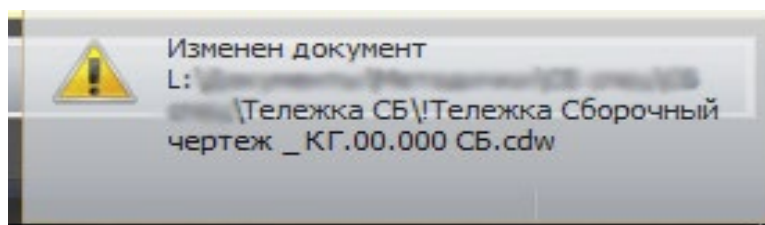

Рис. 5.12. Синхронизация спецификации и чертежа
- При сохранении спецификации автоматически выполняется ее синхронизация с подключенными документами. На экране появляется информационное окно, в котором указано, какой документ изменен (рис. 5.12).